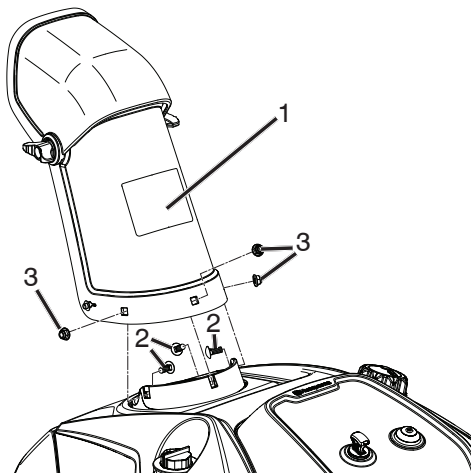

Figure 27
5. Déposer la goulotte de décharge en enlevant les trois boulons de châssis et les trois écrous à bride (Figure 27).